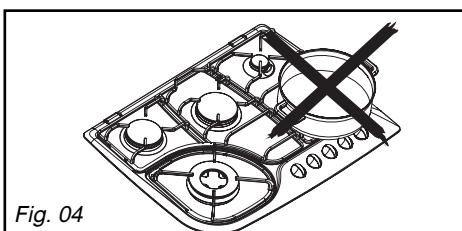

Fig. 04
• **Réglez les ralentis des robinets** : ceux-ci sont situés sous les manettes (*Fig. 04*).
- N'utilisez pas de récipients qui recouvrent partiellement les manettes (Fig. 04).